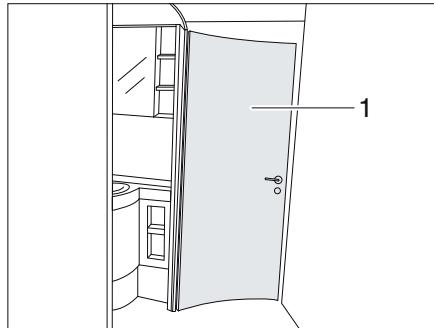

Fig. 236 Cabina bagno
La porta della zona toilette (Fig. 236,1) può essere bloccata, a seconda dell'equipaggiamento, in 1-3 angoli di apertura diversi per formare una cabina bagno. A seconda dell'angolo di apertura scelto, vengono collegate tra loro diverse parti dell'ambiente.
- ▷ La porta della zona toilette (Fig. 236,1) non deve essere utilizzata come elemento divisorio durante la marcia.